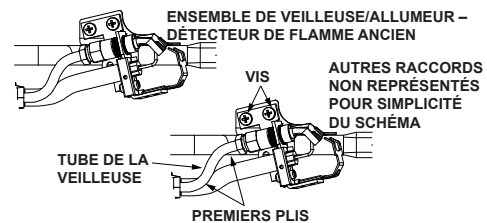

FIGURE 27.
4. Retirer le tube de la veilleuse de l'ensemble de la veilleuse (Figure 27). **IMPORTANT :** Faire attention de ne pas altérer la position des composants de l'ensemble de la veilleuse.
7. Insérer le nouveau tube de la veilleuse et le câble de l'allumeur à travers le trou de la porte du collecteur (Voir Figure. 27). Reconnecter le tube de la veilleuse et serrer solidement l'écrou à l'ensemble de veilleuse.